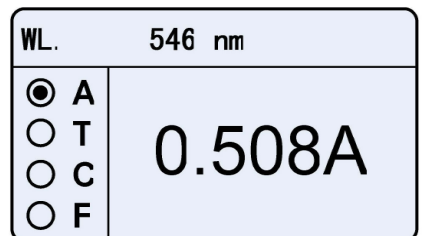

Fig. 4-3
4) Mueva la muestra de concentración desconocida hacia la luz y después guarde el valor mostrado (Fig. 4-3).